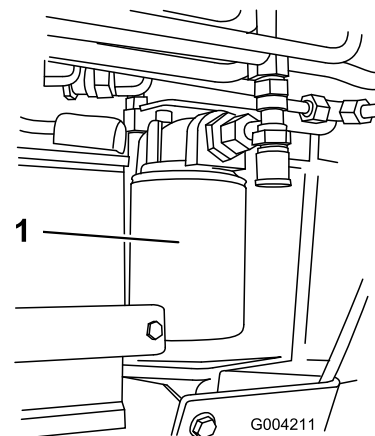

Figure 52
4. Placez un bac de vidange sous le filtre (Figure 52).
5. Enlevez le filtre à huile usagé (Figure 52) et essuyez la surface du joint de l'adaptateur.
7. Montez le filtre de rechange sur l'adaptateur (Figure 52). Tournez le filtre dans le sens horaire jusqu'à ce que le joint rejoigne l'adaptateur, puis donnez 3/4 de tour supplémentaire.